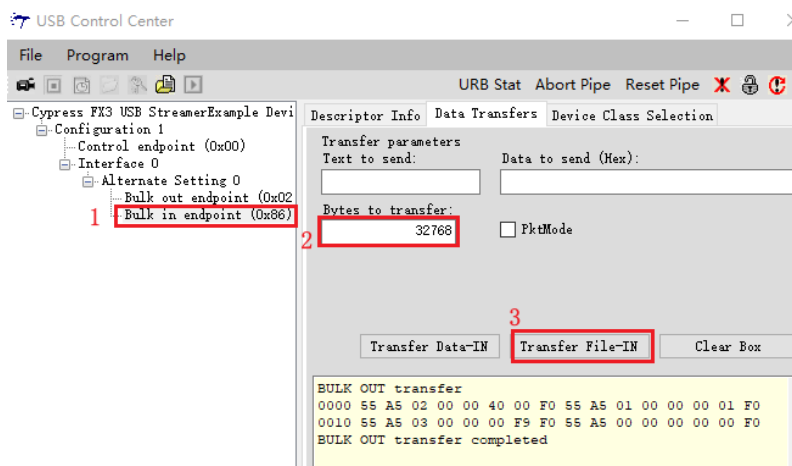

图 1-29 数据接收界面设置
7. 点击“Transfer File-IN”将采集到的数据以文件的形式保存，操作图 1-29 如下所示。